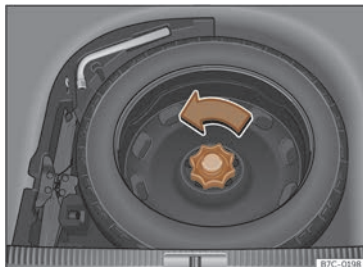

Fig. 235 Al maletger: pis de càrrega alçat.
- Gireu la rodeta en sentit contrari al de les agulles del rellotge»» fig. 235.